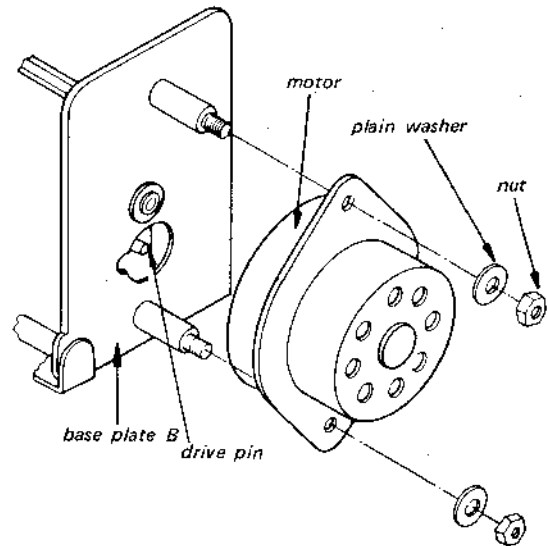

Fig. 4-2. Motor removal
- (1) Ausbau des Motors wie in Fig. 4-2.
- (2) Bei Einbau eines neuen Motors darauf achten, daß der Rotor nach außen steht (Fig. 4-2).